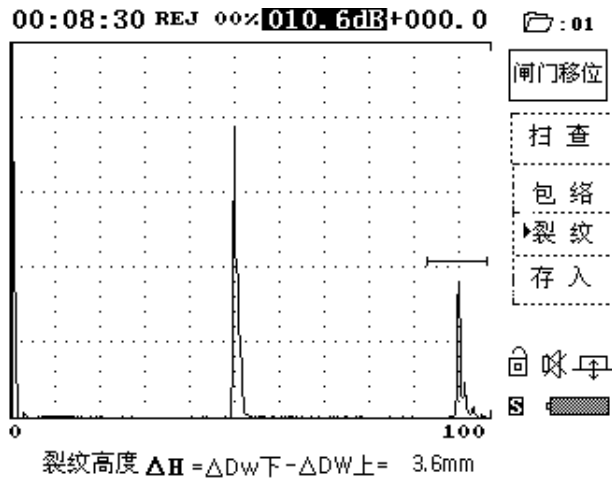

图 4.7.2
- ③ 继续移动探头寻找裂纹的另一端点的回波，同样移动闸门锁定该回波，确认后再次按一次“▶裂纹”对应的  键完成纵向裂纹高度测量。此时裂纹的两个端点的回波均被冻结在显示屏幕上，同时在信息显示区显示纵向裂纹高度的数值。见图 4.7.2。